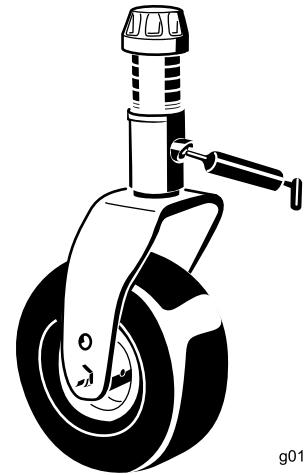

Bild 67
- Zwei Laufradgabel-Wellenbüchsen (Bild 67)